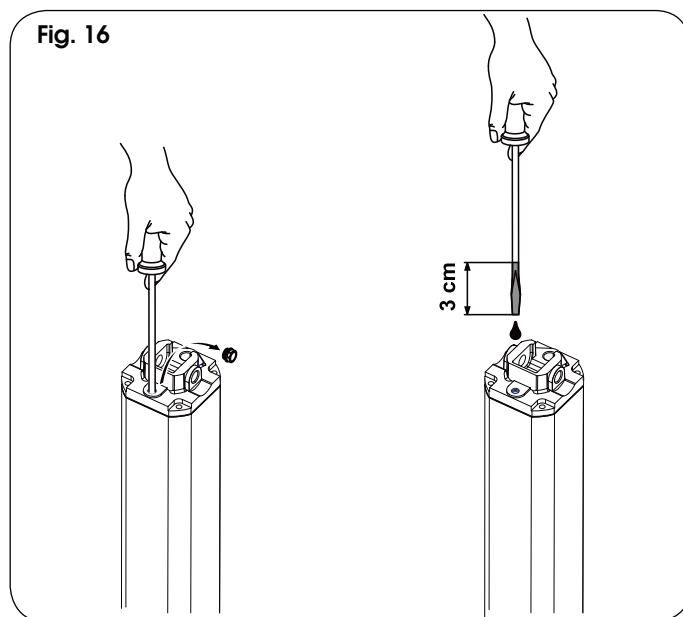

Fig. 16
- Introduzir uma chave de fenda até encostar no motor elétrico, como na Fig. 16.
- Extrair a chave de fenda e verificar o nível, como na Fig. 16.